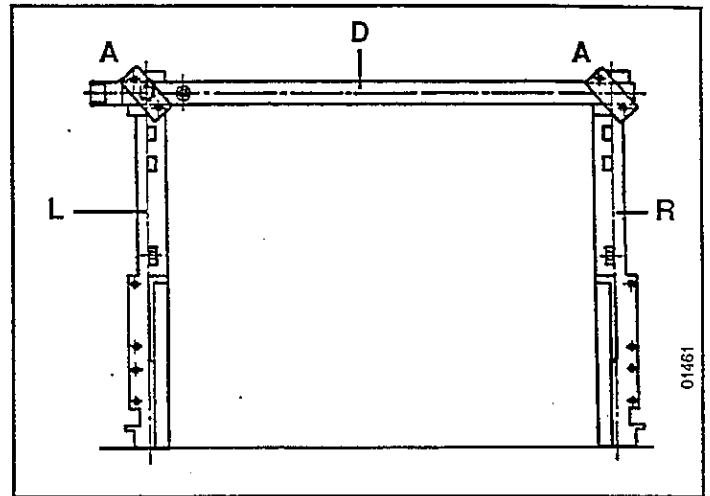
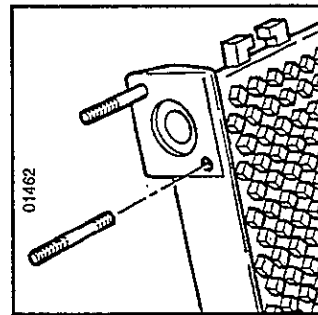

Fig. 1
Fig. 2
Le corps de chauffe est composé de trois types d'éléments: un élément d'extrémité gauche (L), les intermédiaires (M) et un élément d'extrémité droite (R) (Fig. 1 et 13). Visser les goujons (filetage le plus court) dans les trous taraudés des éléments fonte (Fig. 2).